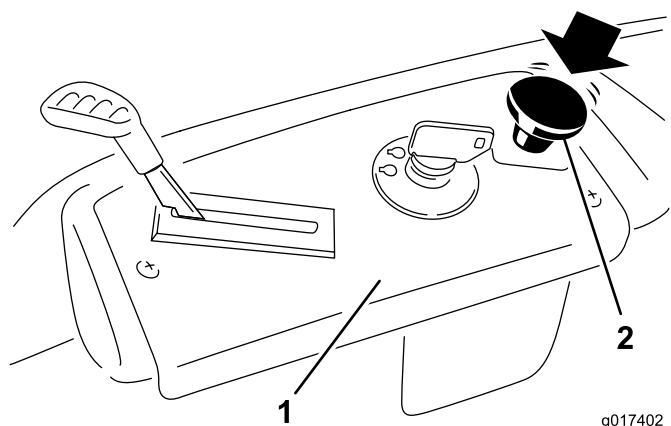

Figura 15
Presione hacia abajo del mando de control de las cuchillas para desplazarlo a la posición de Desengranado y desengranar las cuchillas (Figura 15).
1. Desengrane las cuchillas moviendo el mando de control de las cuchillas a Desengranado (Figura 15).